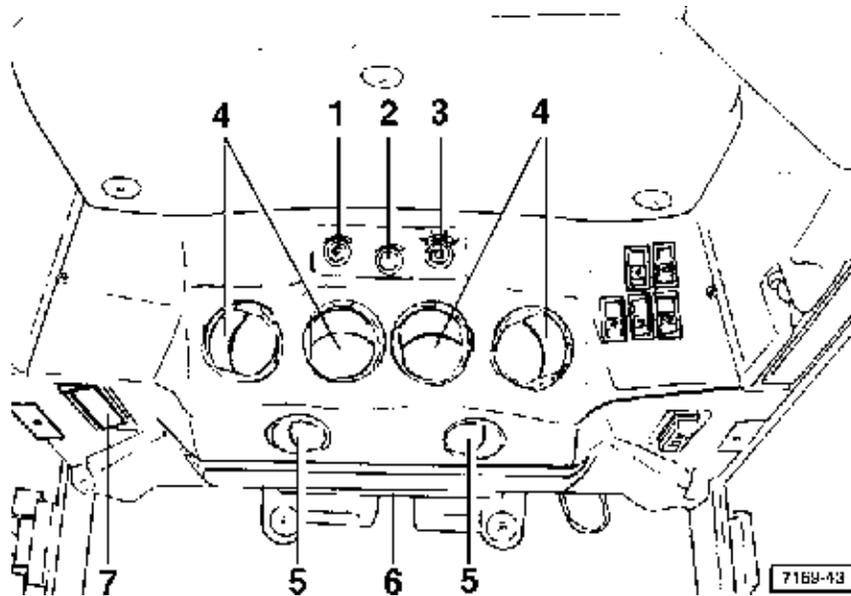

Fig. 56 - **Plafond de cabine**
Plafonnier de cabine: pour allumer pousser latéralement le plafonnier lumineux (7 Fig. 56).
N.B. - Les diffuseurs (4-5 Fig. 56) ne doivent jamais être complètement fermés, pour permettre la circulation normale de l'air.
L'installation s'allume et se règle avec la manette de commande placée dans la partie avant du plafond (1 Fig. 56) et avec l'électroventilateur, en plaçant le commutateur sur la vitesse désirée (3 Fig. 56).
Le dégivrage du pare-brise s'effectue par la fente (6 Fig. 56). Pour obtenir un dégivrage rapide, il est recommandé de fermer tous les autres diffuseurs.
Tourner la manette (3 Fig. 56) et la placer sur la vitesse désirée.; ensuite tourner le potentiomètre de conditionnement (2 fig. 56) compte tenu qu'en le tournant dans le sens des aiguilles d'une montre, la température progressivement diminue à l'intérieur de l'habitacle.